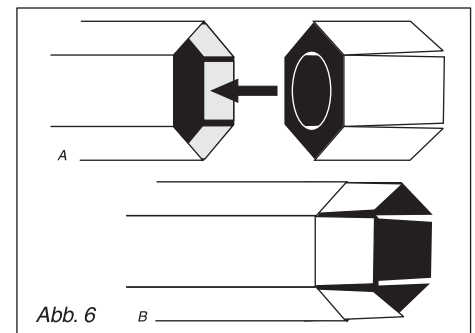

Abb. 6
**Schritt 11:** Entfernen Sie den runden Ausschnitt aus dem Verbindungsstück des Haupttubus-Innenrohres [C5], falzen Sie die sechs Laschen nach vorne und schwärzen Sie das weiße Sechseck auf der Rückseite. Schieben Sie dann das Verbindungsstück in dasjenige Ende des einen Haupttubus-Innenrohres, das innen am Rand graue Klebmarkierungen hat. Schieben Sie es mit dem Sechseck voran hinein, aber nur so tief, dass die Laschen noch zur Hälfte heraussehen. Kleben Sie die Laschen des Verbindungsstücks in dieser Position fest. Gut andrücken und gut trocknen lassen (s. Abb. 6).